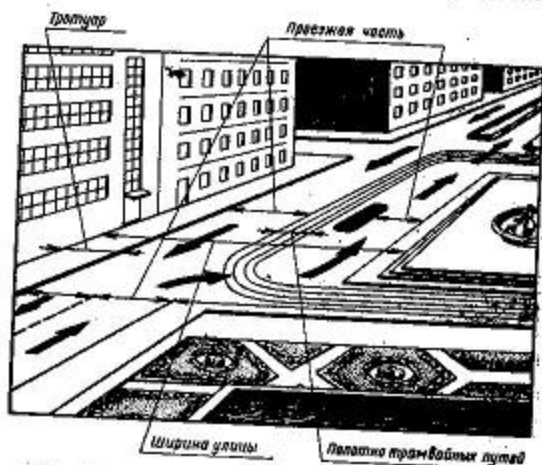

Рис. 14. Элементы улицы
**Элементы улицы.** Улица разделяется на следующие элементы (рис. 14): проезжую часть или место для движения рельсового транспорта; полотно трамвайных путей; тротуары для движения пешеходов: